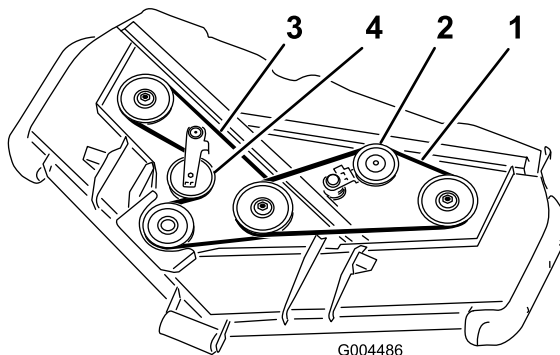

Figura 78
3. Usando una llave de carraca u otra herramienta similar, aleje la polea tensora de la correa superior (Figura 78) de la correa de transmisión superior para aliviar la tensión de la correa y permitir retirar la correa de las poleas.
4. Usando una llave de carraca u otra herramienta similar, aleje la polea tensora de la correa inferior (Figura 78) de la correa de transmisión inferior para aliviar la tensión de la correa y permitir retirar la correa de las poleas.
5. Pase una correa nueva alrededor de la polea de la caja de engranajes, las poleas de eje inferiores y el conjunto de la polea tensora, según se muestra en Figura 78.
6. Pase una correa nueva alrededor de las poleas de eje superiores y el conjunto de la polea tensora, según se muestra en Figura 78.